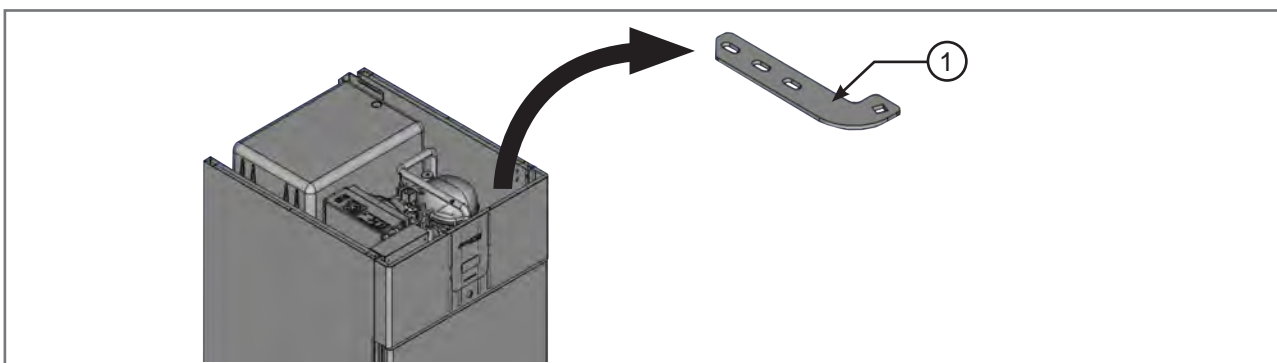

Fig 3.17 - Démontage de la charnière supérieure
- Retirer la charnière supérieure (1 - Fig. 3.17).